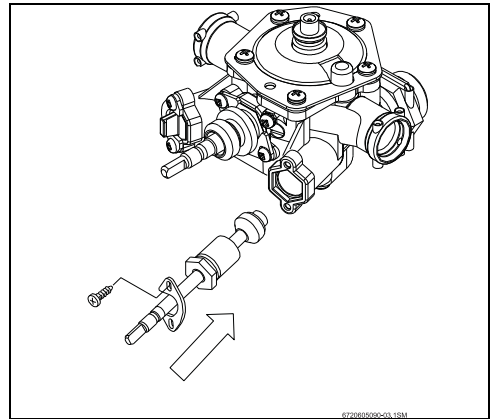

Bild 3
- ▶ Zapfventile mit Dichtungen einsetzen und mit den Halterungen sichern (siehe Bild 3).